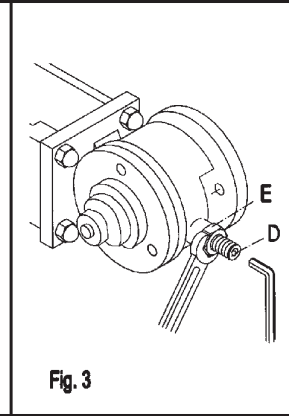

Fig. 3
- Serrare alla basetta, mediante le due viti (**C**), il settore angolare (**B**) con la parte più larga rivolta verso l'alto (fig. 1). Quindi si innesta la leva (**D**) con la parte piegata verso il settore nella posizione "closed" nell'albero scanalato (fig. 3).
If the valve does not completely close, although the piston is fully retracted, proceed as shown in Fig.3:
Falls die Klappe mit Zylinder in Endstellung nicht vollständig schließt, wie in Abb.3 dargestellt vorgehen, d. h.:
Au cas où, avec le vérin en position de fin de course, le disque ne fermerait pas complètement (fig.3), procéder comme suit:
Nel caso che, con il cilindro pneumatico a fine corsa, il disco valvola non chiuda perfettamente (fig.3):